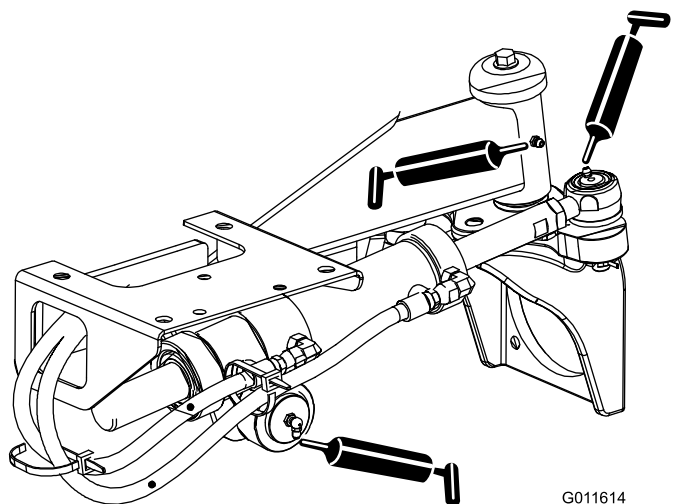

図 51
- ステアリングシリンダのボールジョイント2ヶ所と後アクスル1ヶ所 図 51